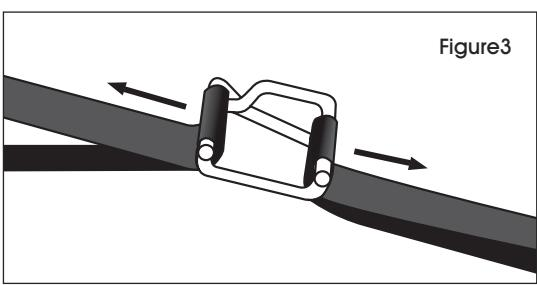

Figure 3
3. Tirez les deux extrémités supérieures du feuillard dans la direction opposée pour le serrer manuellement. (Voir Figure 3)